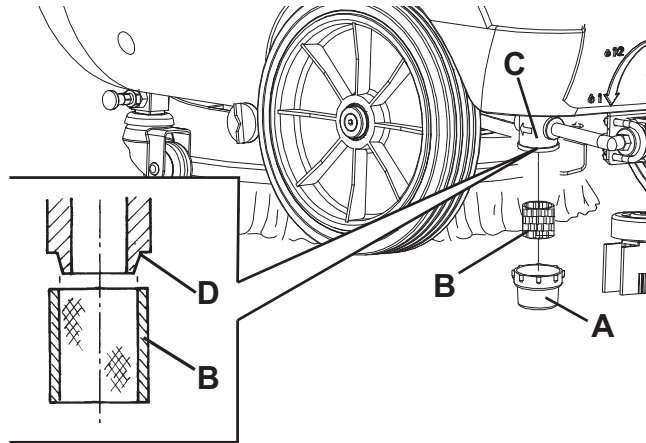

Abbildung 6
9. Reinigungslösungstank (27) wie im entsprechenden Abschnitt erläutert entleeren.
11. Überprüfen, ob das Netzkabel (21) vom Stromnetz getrennt ist.
12. Den durchsichtigen Deckel (A, Abb. 6) und Siebfilter (B) entfernen. Reinigen und in der Halterung (C) anbringen.